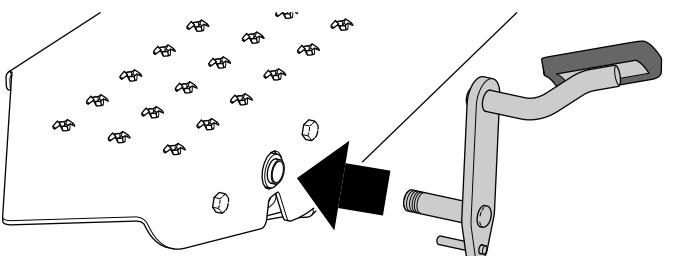

Figura 6
4. Alinee el pedal de bloqueo con el reposapiés izquierdo y con los taladros del conjunto del cubo (Figura 6).
5. Introduzca el pivote del pedal de bloqueo por el taladro del reposapiés izquierdo y a través del conjunto del cubo (Figura 6).